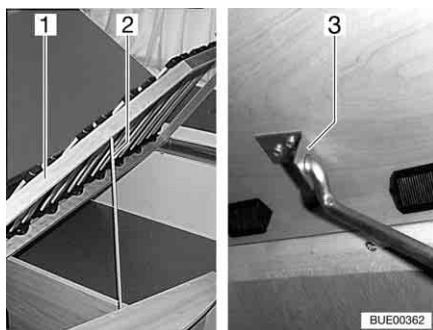

Fig. 73 Letto fisso
- Sollevare il telaio portamaterasso (Fig. 73,1), allentare la guida (Fig. 73,2) dal suo ancoraggio e inserirla nel foro del supporto (Fig. 73,3).
- Sollevare il telaio portamaterasso (Fig. 73,1), allentare la guida (Fig. 73,2) dal supporto (Fig. 73,3) e incastrarla nell'ancoraggio.